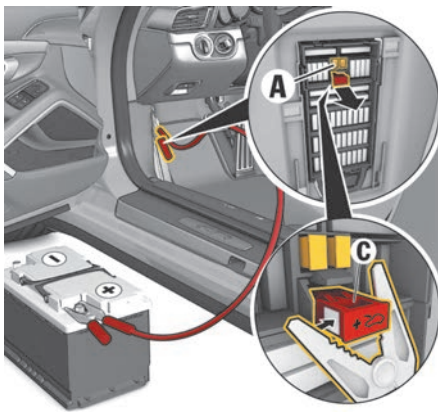

Fig. 25 : Déverrouillage d'urgence du capot du coffre à bagages – Raccordement de la borne plus
8. Insérez la borne plus **C** (fig. 25) dans la boîte à fusibles et remettez en place le cache en plastique de la boîte à fusibles.